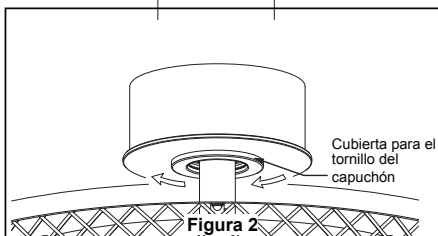

Figura 2
- ☐ 2. Coloque y ajuste firmemente la cubierta para el tornillo de la base sobre los tornillos de reborde de la abrazadera para colgar mediante el mecanismo de seguro por giro del chavetero. (Figura 2)
2. Restaure la fuente de alimentación de la toma de corriente enciendi la electricidad del fusible principal. (Figura 2)